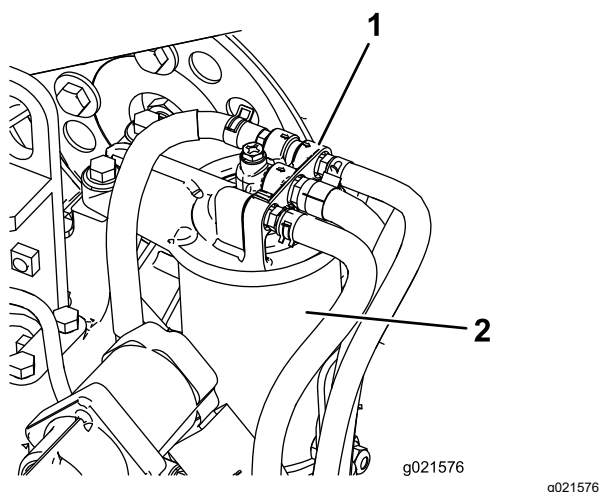

Figura 57
- Pulite le superfici circostanti la testa del filtro del carburante (Figura 57).
- Togliete il filtro e pulite la superficie di montaggio della testa del filtro (Figura 57).